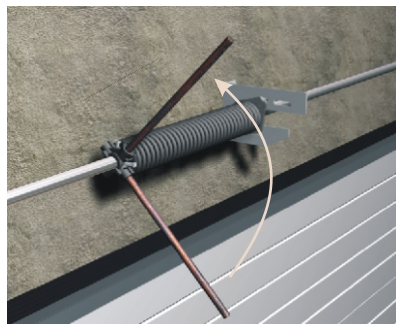

Рис. 12.1 Закрутка пружины
- 2) Взвод пружины осуществляется специальными ключами (рис.12.1). Ключ вставляют в отверстие обоймы пружины, проворачивают ее на четверть оборота. Затем вставляют второй ключ в свободное отверстие окончания пружины, нажимают на нее, после этого вынимают первый ключ. Далее процесс повторяется. Количество оборотов, на которое осуществляется взвод пружин, указано в карте на ворота.